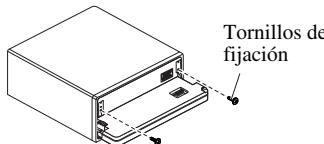

Fig. 14
- 4. Fije el panel delantero a la unidad utilizando los tornillos de fijación. (Fig. 14)**